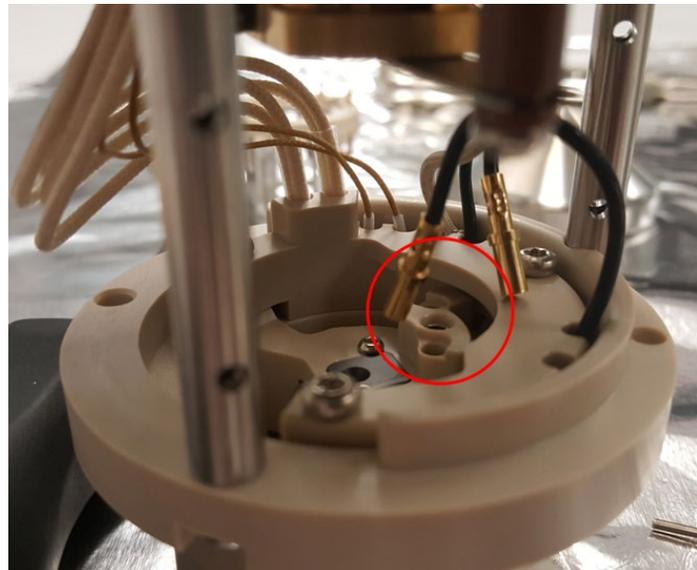

Abbildung 118: Entfernung der Schaltdrähte
- 15) Ziehen Sie die beiden Schaltdrähte, die zum Skimmer und zur Tubuslinse verlaufen, sehr vorsichtig heraus. Siehe Abbildung 118: Entfernung der Schaltdrähte.